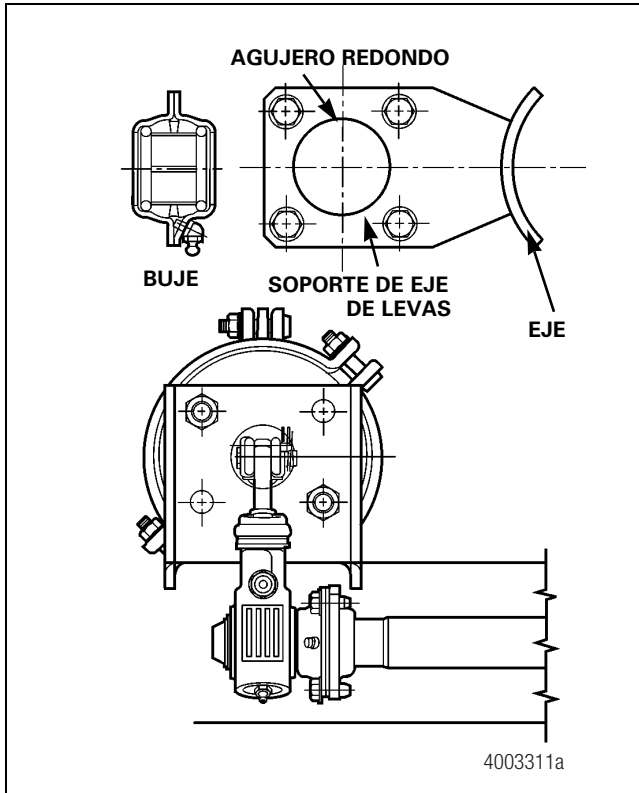

Figura 12.10
- Un diseño usado en el pasado consiste en un buje con una graseira en 90 grados instalada sobre un soporte de eje de levas con un agujero redondo. Una vez armada, la graseira se orienta hacia el ajustador de freno. Figura 12.10.